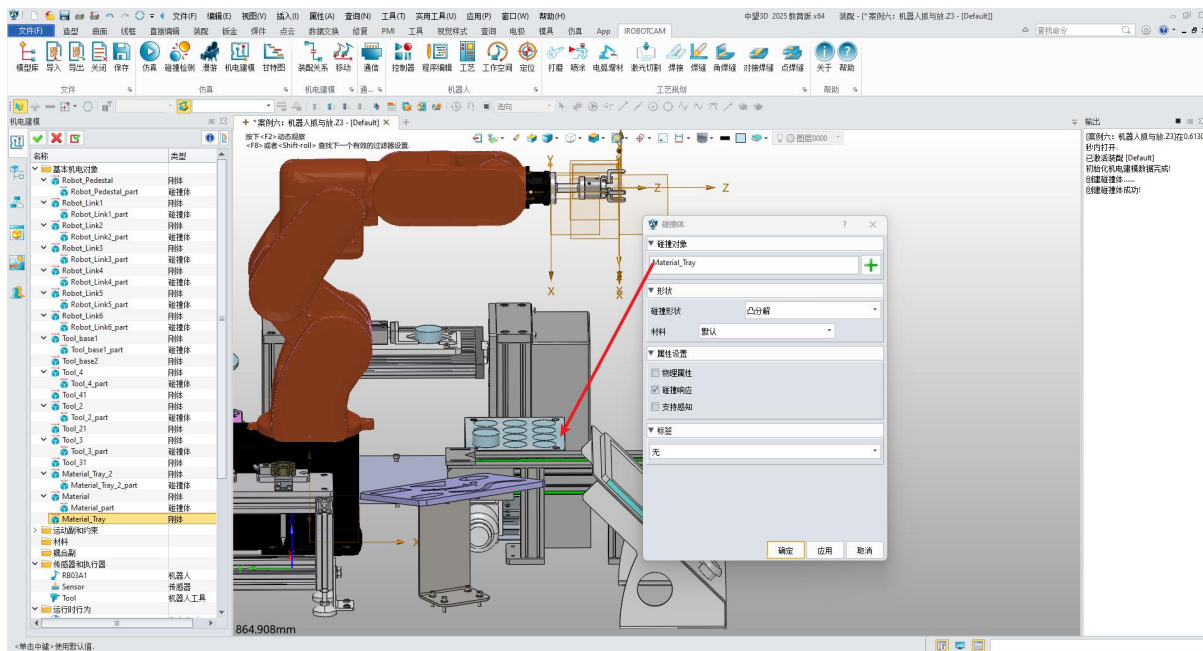

图 10-21：添加物料支撑台碰撞体
- 给物料支撑台“Materia\_Tray”添加碰撞体：（图 10-21）